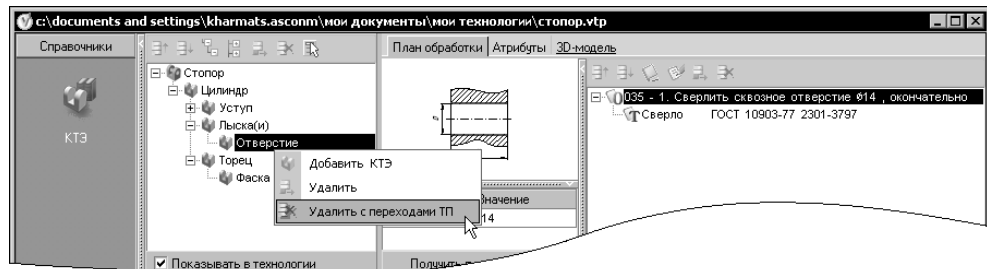

Рис. 9.73. Удаление КТЭ из обобщенного техпроцесса
2. В дереве КТЭ обобщенного ТП выберите и удалите вместе с переходами конструкторско-технологические элементы, не входящие в проектируемый техпроцесс («лишние» КТЭ). Напомним: чтобы удалить КТЭ с переходами, установите курсор на этом КТЭ, щелчком правой кнопки мыши откройте контекстное меню и выберите пункт **Удалить с переходами из ТП** (рис. 9.73). Таким образом, редактирование дерева КТЭ позволяет оперативно удалить лишнюю информацию из текста ТП.